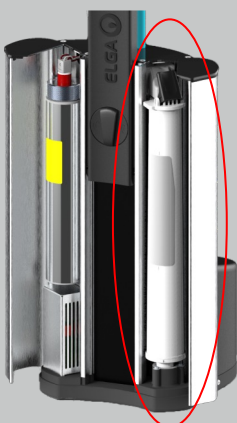

図6
- ご希望の言語までスクロールし (図5)、承諾します (図6)。